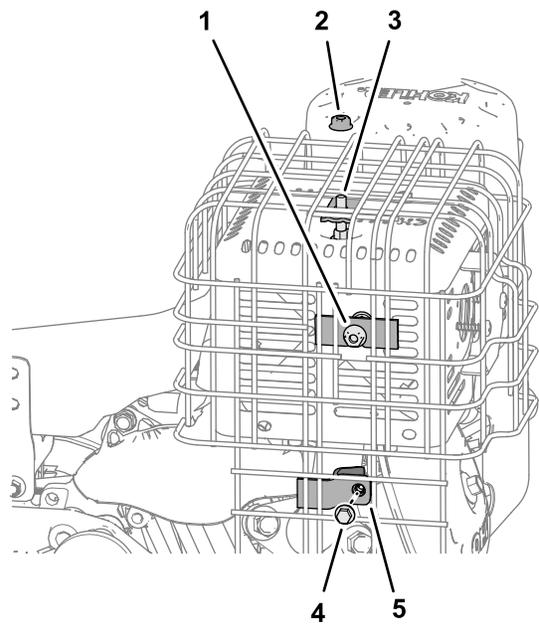

Bild 38
2. Befestigen Sie den Auspuff lose mit der Bundkopfschraube an der Auspuffschutzblechbefestigung über dem Auspuffrohr (Bild 38).
3. Montieren Sie die Bundmutter, mit welcher das Auspuffschutzblech am Stift oben am Auspuff befestigt ist (Bild 38).